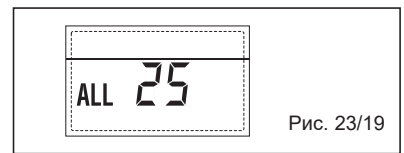

Рис. 23/19
– НЕПОЛАДКА ДОПОЛНИТЕЛЬНОГО СОЛНЕЧНОГО ДАТЧИКА S3 “ALL 26” (Рис. 23/20)